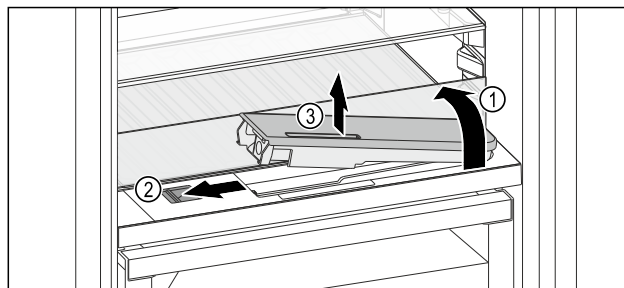

Fig. 219
- ▶ Skleněnou desku nadzvedněte a zaklapněte dozadu až na doraz Fig. 219 (1).
- ▶ Posuvník Fig. 219 (2) posuňte doleva.
- ▶ Vyměňte nádržku na vodu Fig. 219 (3).